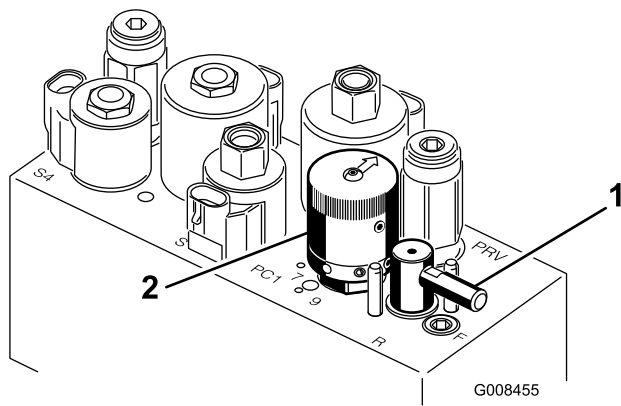

Рисунок 49
5. Поверните рычаг заточки обратным вращением в положение «R» (Рисунок 49).
6. Поверните регулятор частоты вращения барабана в положение 1 (Рисунок 49).